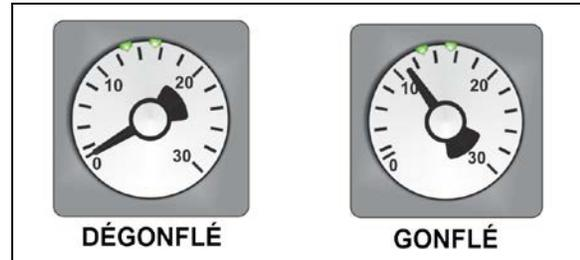

FIGURE 42: MANOMÈTRE DE JOINT GONFLABLE 26117
- Enfin, le joint gonflable peut être regonflé en tournant la poignée de la soupape dans le sens antihoraire. Vérifier le manomètre du régulateur de pression du joint gonflable pour voir si la pression augmente jusqu'à environ 11 psi. (Figure 42). L'aiguille du manomètre doit être placée entre les deux petits repères verts du cadran.
7. Finalement, le joint gonflable peut être regonflé en tournant la poignée de la soupape dans le sens antihoraire. Vérifier le manomètre du régulateur de pression du joint gonflable pour voir si la pression augmente jusqu'à 11 psi (Figure 42).